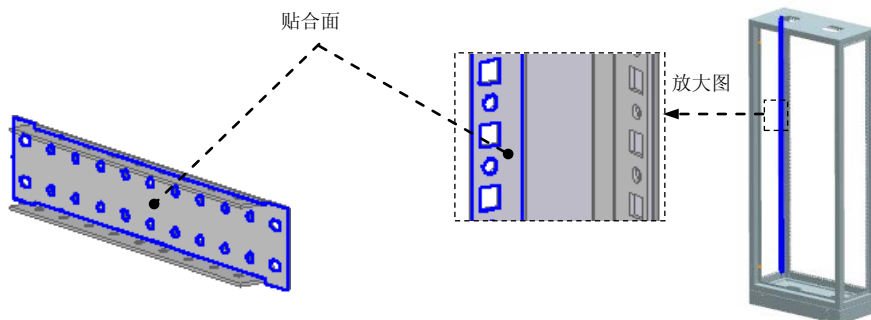

图 8.13.346 贴合面
(1) 单击“相关”区域中的命令, 选取图 8.13.346 所示的两个钣金件上要配合的面。